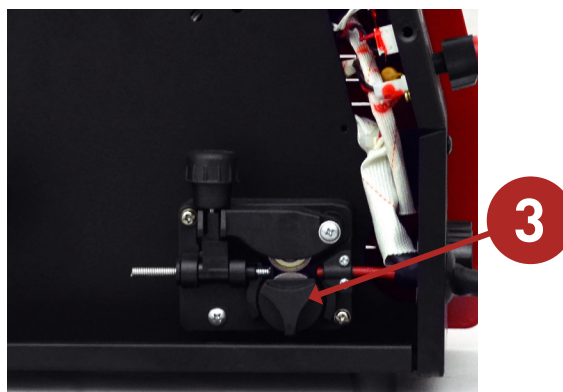

Fig. 2
- » Retire o parafuso do eixo das roldanas, **Peça 3, Fig. 2;**
- » Alinhe a roldana e aperte o parafuso da roldana, **Peça 3, Fig. 2;**